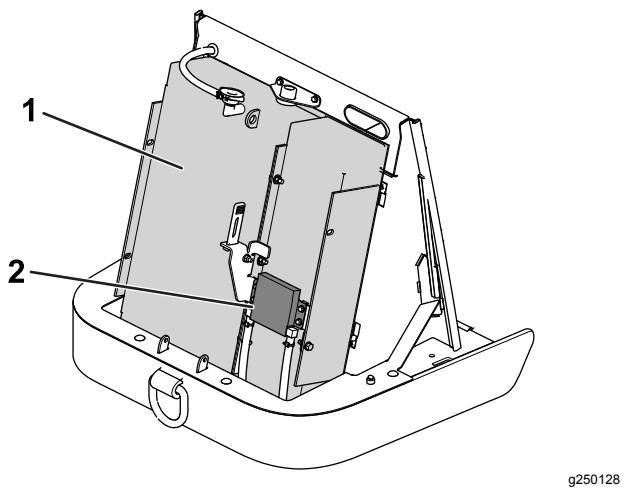

Figure 110
3. Nettoyez soigneusement le radiateur/refroidisseur de carburant à l'air comprimé (Figure 110).